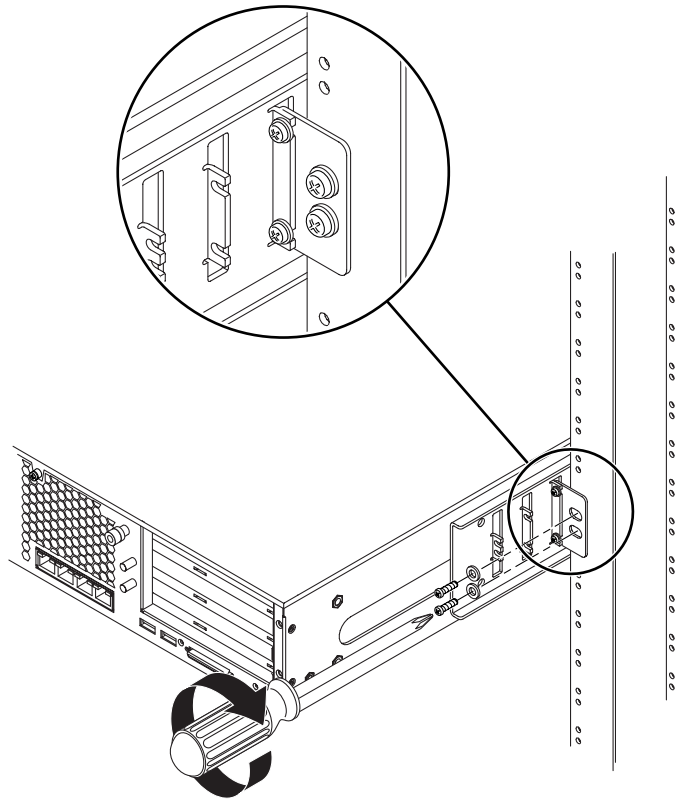

BILD 3-35 Skruva fast fästplåten på racket
d. Använd två skruvar och skruva fast den andra sidan av fästplåten på rackbenets baksida (BILD 3-35).